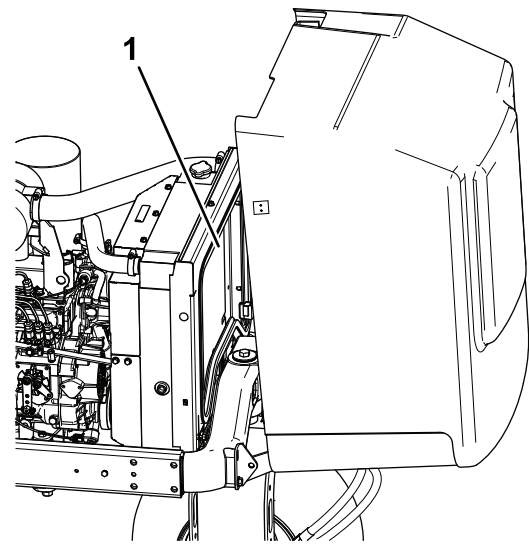

Figura 68
5. Limpie a fondo ambos lados del radiador con agua o aire comprimido (Figura 68).